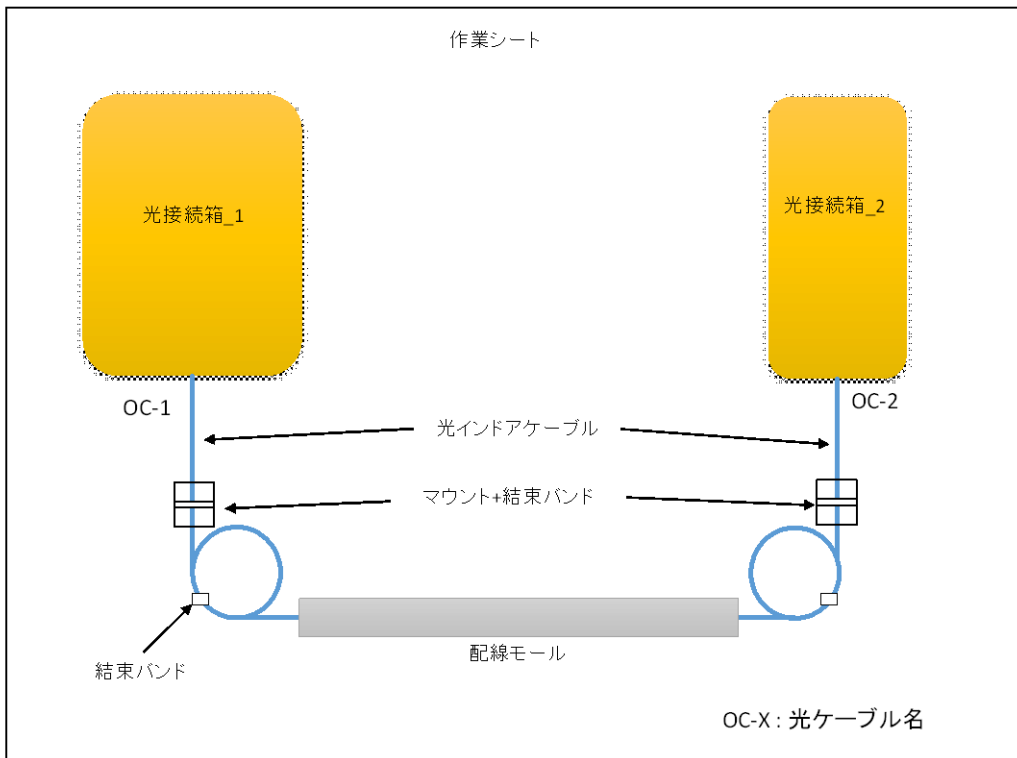

図1 配置図 (例)
- ・ 各ケーブルの両端及び光接続箱に識別ラベルを取り付ける。ラベルは、図1に記載のケーブル名及び光接続箱名とする。